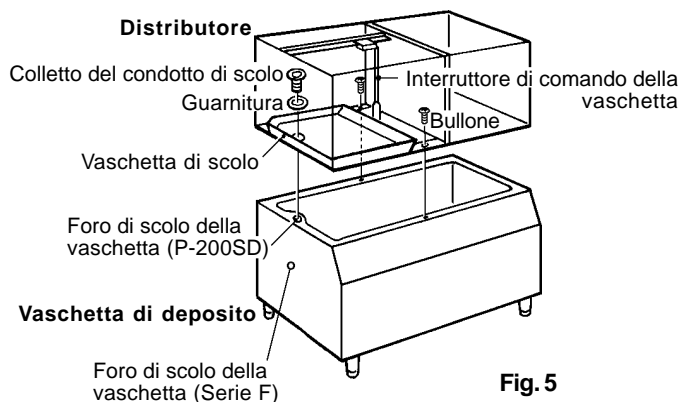

Fig. 5
- 5) Collocare il distributore sulla parte superiore della vaschetta di deposito facendo attenzione a non danneggiare il telaio del distributore e l'interruttore di comando della vaschetta. V. Fig. 5.
- 6) Fissare il distributore con i due bulloni in dotazione. V. Fig. 5.
- 7) Allineare il foro di scolo della vaschetta di deposito e quello della vaschetta di scolo. Inserire la guarnitura (accessorio) e fissare il colletto del condotto di scolo (accessorio della vaschetta). V. Fig. 5.